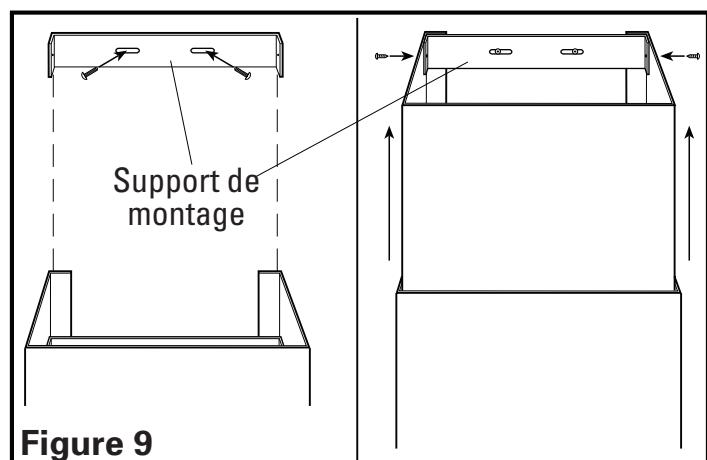

Figure 9
4. Pour installer la section supérieure, marquez l'endroit du support horizontal inclus en utilisant le support comme calibre. Assurez-vous que le support est à niveau et en conformité avec la section inférieure. La taille dépendra de vos conditions d'installation. Assurez-vous que les fentes dans le côté de la cheminée correspondent aux trous dans le support. Si vous installez sur une cloison sèche, percez des trous dans le mur en utilisant un foret de 3/16 po. Installez les ancrages du mur sur les trous percés (un pour chaque trou). Fixez le support en place avec (2) vis #6 x 1 po fournies. Si vous installez sur d'autres matériaux (brique, ciment, plâtre, etc.) choisissez une fixation appropriée capable de soutenir le poids de la cheminée (Figure 9).
5. Soulever la cheminée du haut en place sur le support de montage horizontal et fixer en place avec les deux vis de #6 x 3/8 po comprises (**Figure 9**).